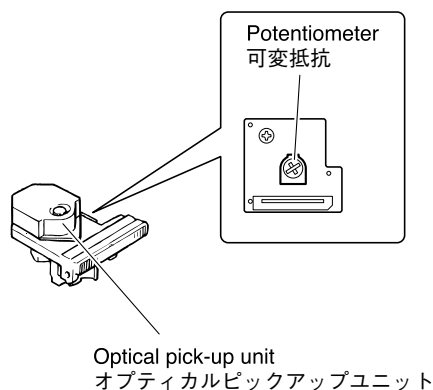

Fig. 7
- * Never touch the potentiometer (VR301) installed to the optical pick-up unit. (Fig. 7)
- * オプティカルピックアップユニットに搭載されている可変抵抗 (VR301) は、絶対に触らないでください。(Fig. 7)